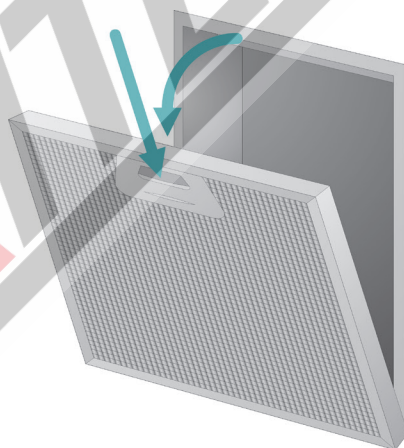

Рис. 12 *Снятие алюминиевого жироулавливающего фильтра*
1. Нажмите на защелки на жиरोулавливателем фильтре и снимите фильтр. (Рис. 12)